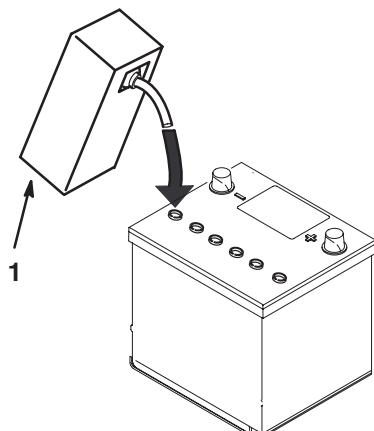

Bild 3
- Lassen Sie die Batteriesäure ungefähr 20 bis 30 Minuten in die Platten einsickern. Füllen Sie ggf. mehr Batteriesäure ein, bis die Flüssigkeit ungefähr 6 mm vom Boden des Füllbrunnens ist (Bild 3).